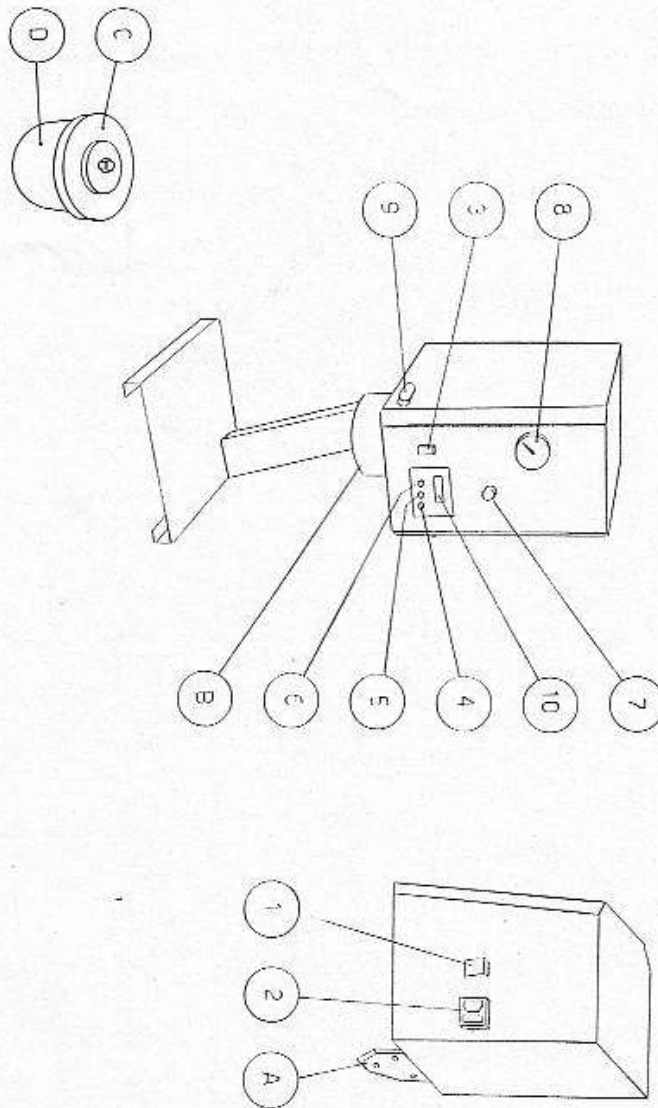

FIG.1
SCEGLIERE PER IL MISCELATORE UNA POSIZIONE STABILE IN AMBIENTE BENE ILLUMINATO E ASCIUTTO,PREVEDENDO AI SUOI LATI ALMENO 30 CM. DI SPAZIO LIBERO. FISSARE IL MISCELATORE A PARETE UTILIZZANDO LE APPOSITE STAFFE (PART. A DI FIG.1).
L'OPERATORE DEVE POSIZIONARSI FRONTALMENTE ALLA MACCHINA IN MODO DA TRATTENERE CON LA MANO DESTRA LA TAZZA (PART. C-D DI FIG. 1), MENTRE CON LA SINISTRA DEVE AZIONARE I COMANDI POSTI SUL FRONTALE DELLA MACCHINA (PART. 3-4-7 DI FIG. 1).
- 1) ACCENDERE LA MACCHINA AZIONANDO L'INTERRUTTORE DI ACCENSIONE (PART. 1 DI FIG. 1)
- 2) SELEZIONARE I TEMPI DI MISCELAZIONE IN BASE AL MATERIALE SCELTO. (PART. 5-6 DI FIG. 1)
- 3) INSERIRE IL MATERIALE ED IL LIQUIDO, NELLE GIUSTE DOSI, DENTRO ALLA TAZZA, QUINDI RICHIUDERLA COL SUO COPERCHIO-SPATOLA (PART. C DI FIG. 1).
- 4) ACCENSIONE POMPA DEL VUOTO TRAMITE AZIONAMENTO PULSANTE 3 DI FIG. 1.
- 5) INSERIRE IL COMPLESSO TAZZA E RELATIVO COPERCHIO NELL'ATTACCO (PART. B DI FIG. 1) POSTO NELLA PARTE SOTTOSTANTE IL MISCELATORE, NEL CASO IN CUI NON SI INCONTRI SUBITO LA POSIZIONE DI INNESTO RUOTARE LEGGERMENTE LA TAZZA FINO AD INNESTARLA.
- 7) NON APPENA L'INDICATORE DEL GRADO DI VUOTO (PART. 8 DI FIG. 1) SUPERA IL VALORE DI -0.4 BAR SULLO STRUMENTO, POSSIAMO LASCIARE LA TAZZA CHE RESTERA' ATTACCATA AL SUPPORTO PER EFFETTO DEL VUOTO.
- 8) INIZIARE LA FASE DI MISCELAZIONE PREMENDO IL PULSANTE 4 DI FIG. 1
- 10) PREMERE IL PULSANTE DI SPEGNIMENTO DELLA POMPA PER VUOTO (PART. 3 DI FIG. 1), QUINDI AFFERRARE PRIMA LA TAZZA (PART. C-D DI FIG. 1) E POI AZIONARE LA VALVOLA PNEUMATICA (PART. 9 DI FIG. 1) CHE LA FARA' SCENDERE.
ATTENZIONE: NON AZIONARE MAI LA VALVOLA PNEUMATICA (PART. 9 DI FIG. 1) DURANTE LA FASE DI LAVORO, IN QUANTO LA TAZZA CADREBBE A TERRA.
CONTROLLARE PERIODICAMENTE LA SCORREVOLEZZA DI ROTAZIONE DELLA SPATOLA RISPETTOAL COPERCHIO (PART.C DI FIG.1) DELLA TAZZA.PUO' CAPITARE CHE PER L'INFILTRAZIONE DI MATERIALE ESTERNO ESSA TENDA AD INDURIRSI, IN TAL CASO SMONTARLA SVITANDO IL DADO SUPERIORE .